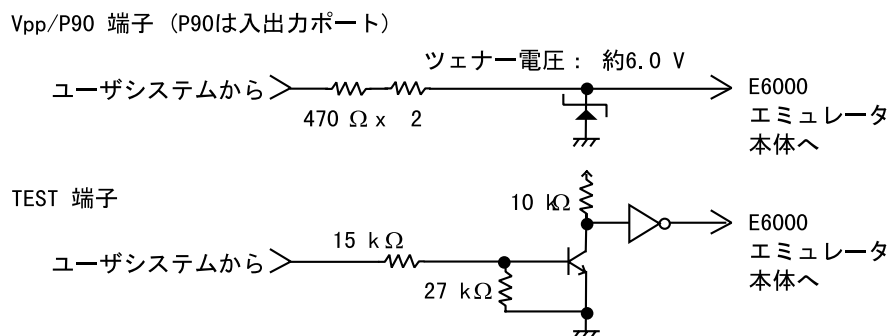

図11 Vpp/P90、TEST 端子保護回路
- (6) H8/3657 シリーズのフラッシュ機能はエミュレータではサポートしないため、Vpp/P90, TEST 端子に12Vを印加しないでください。Vpp/P90, TEST 端子に12Vを印加した場合、エミュレータはテストモードを検出します。なお、Vpp/P90, TEST 端子には図11に示すような12V印加に対する保護回路があります。